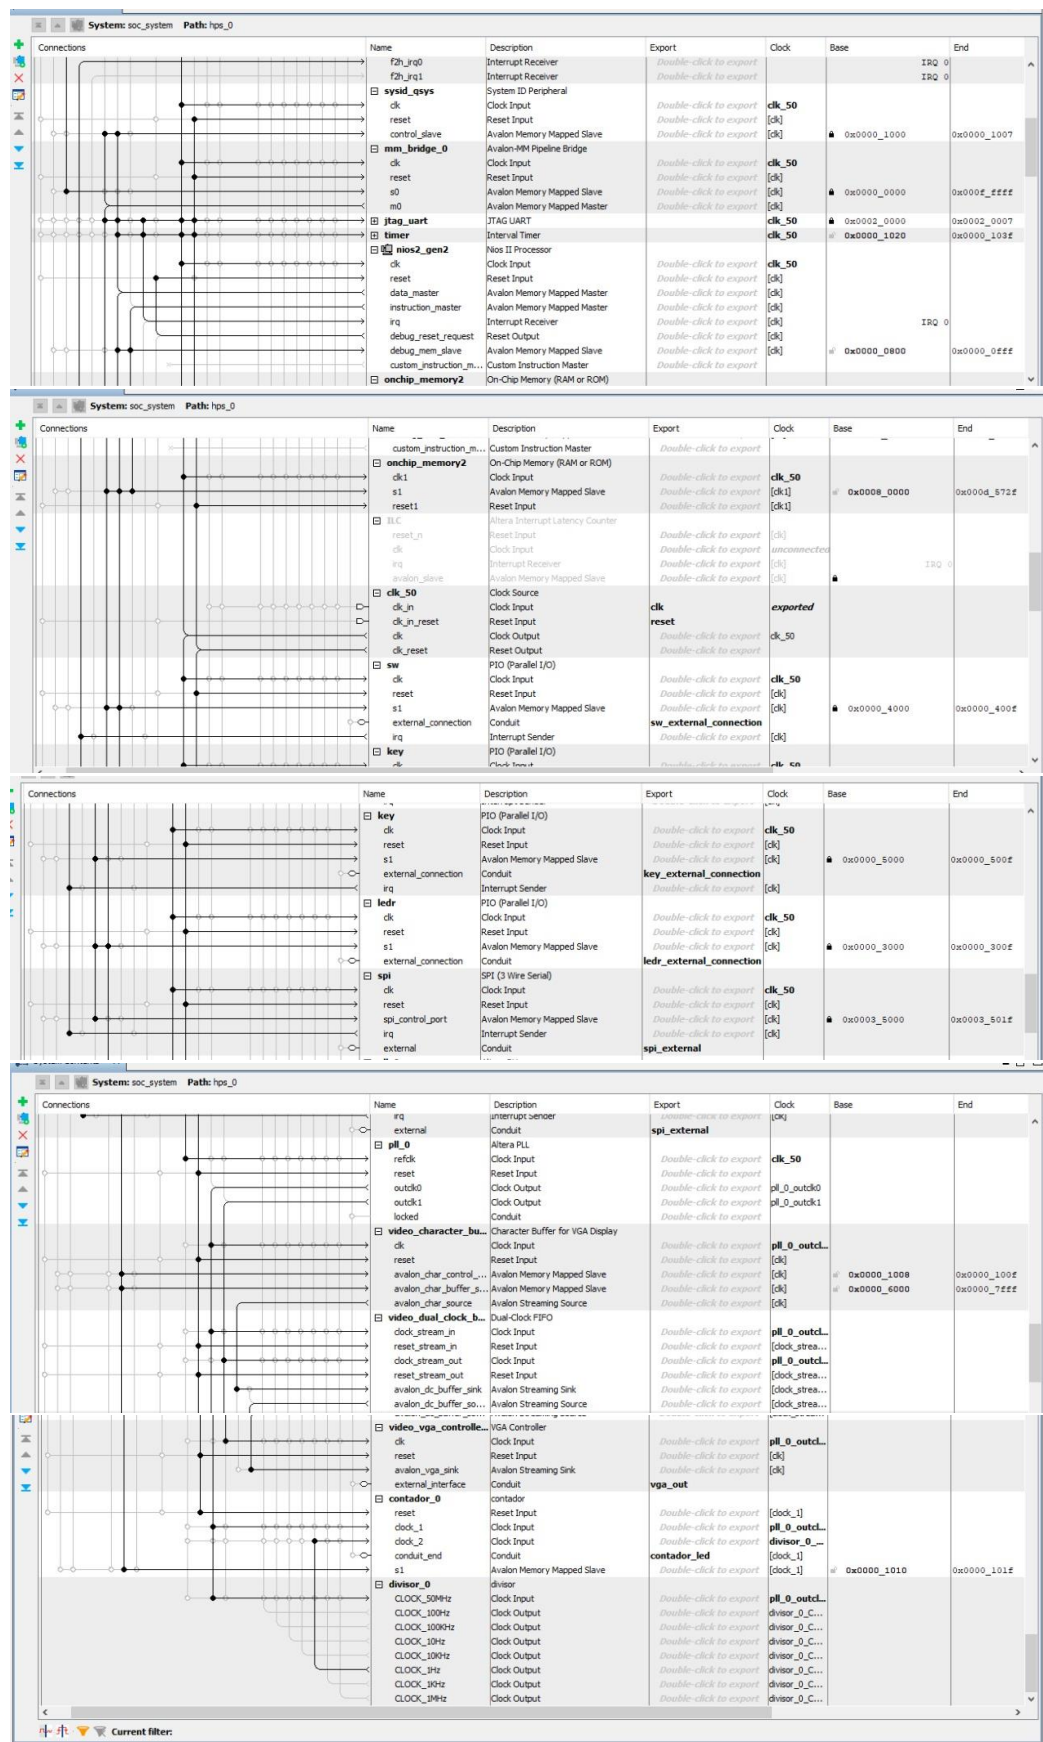

Ilustración 14 - Conexiones Qsys
15. Una vez agregados todos los bloques faltantes a Qsys empezar a realizar la conexión entre ellos tal como indica la Ilustración 14 - Conexiones Qsys.